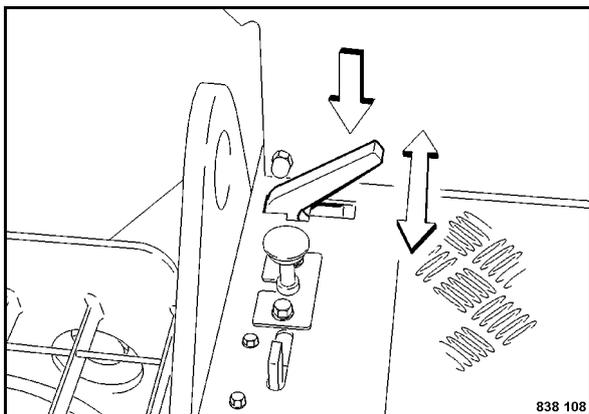

Fig. 90
- A seconda del lavoro, sbloccare la piattaforma guidatore (Fig. 90) ed estrarla a sinistra oppure a destra.